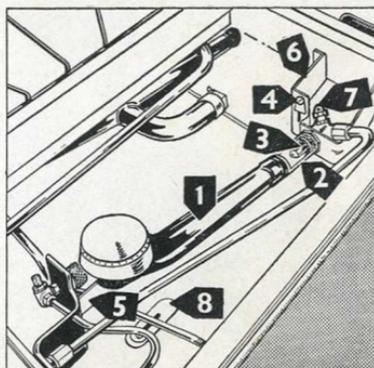

fig. 4
— la buse de mélange 1 en tôle émaillée, engagée sur l'entrée de buse 2 pour l'aération primaire et l'injecteur 3 calibré spécialement pour un gaz déterminé (fig. 4).
- dégager la buse 1 après avoir écarté la butée mobile (identique à 4) de la patte d'accrochage 5 (fig. 4) ;
- dévisser l'entrée de buse 2 (fig. 4) ;
— retirer l'injecteur 3 (fig. 4) et placer celui portant le repère indiqué par le tableau ci-dessous ;
— revisser l'entrée de buse, mettre la buse en place, s'assurer de son verrouillage par la butée mobile. Sans placer le bac, mettre la tête et son chapeau sur la buse (fig. 4) ;
— allumer et, si cela est nécessaire, régler le débit aux valeurs indiquées par le tableau, page 21, au moyen de la vis de réglage placée sous le capuchon 7 (fig. 4), sur le raccord porte-injecteur. La flamme du brûleur doit avoir une longueur de 12 à 15 mm.
Attention : Pour éviter la confusion pour l'emplacement des injecteurs, ceux-ci ont été colorés de la même teinte que l'étrier support 6 du bloc d'injection sur la cuisinière (fig. 4).
La vis de réglage d'air 8 (fig. 4) est accessible en retirant la grille support de casserole et le bac de propreté des brûleurs de droite.